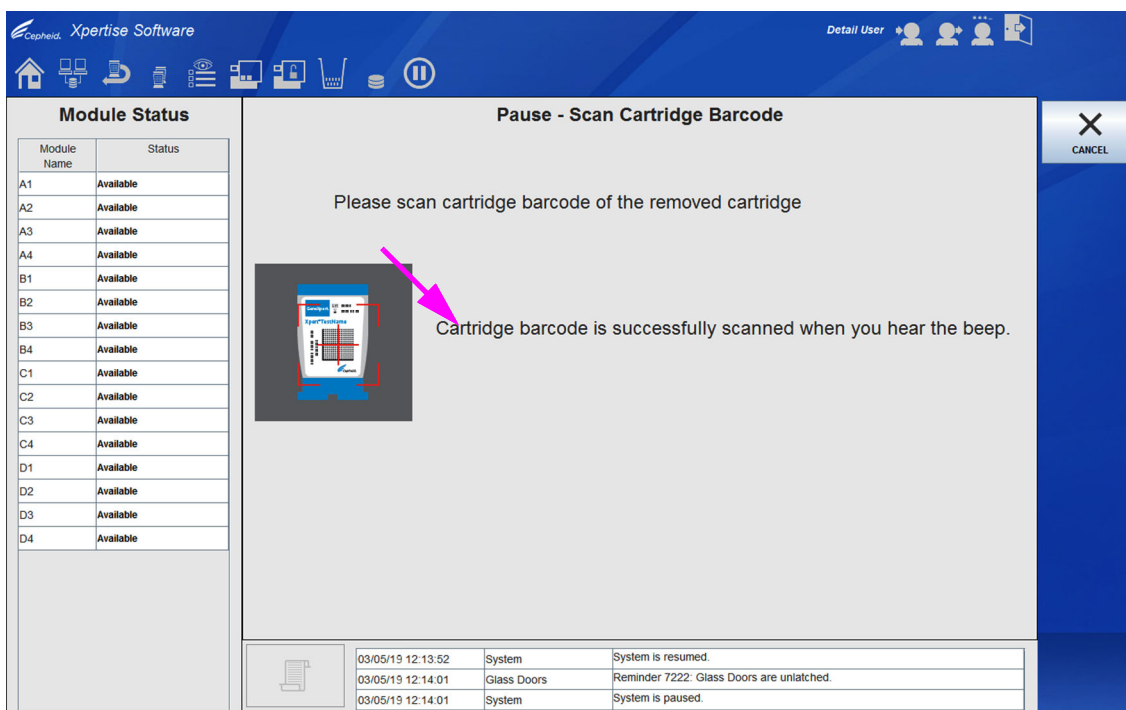

图 10-41. 暂停 - 扫描检测盒条形码 (Pause - Scan Cartridge Barcode) 工作区
如果您在暂停期间从仪器中取出检测盒，您必须在暂停 - 扫描检测盒条形码 (Pause - Scan Cartridge Barcode) 工作区中扫描检测盒条形码。请参见图 10-41。
4. 阅读并执行暂停 - 扫描检测盒条形码 (Pause - Scan Cartridge Barcode) 工作区中的说明。请参见图 10-41。扫描从系统中取出的检测盒的条形码。